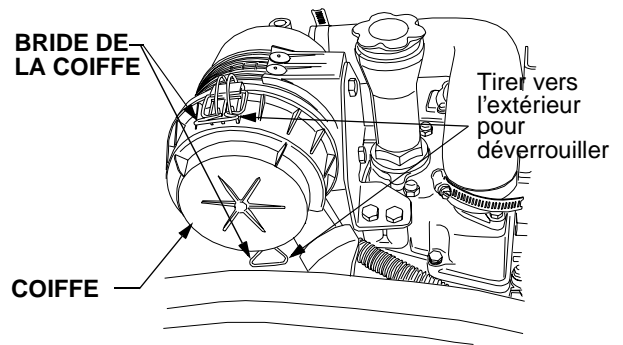

Figure 57
- Détachez les brides pour enlever la coiffe du boîtier du filtre. Voir la Figure 57.
- Positionnez le couvercle sur le boîtier. Accrochez les deux brides sur le bord du boîtier puis verrouillez-les. Voir la Figure 57.